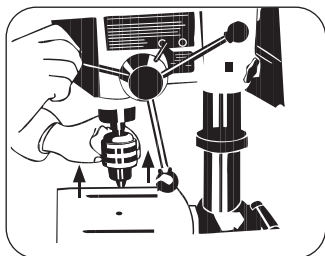

FIGURA 8.7
- Encaje el eje árbol al eje del mandril, oprimiendo hacia arriba hasta que éste y el eje árbol sean acoplados (Figura 8.7).